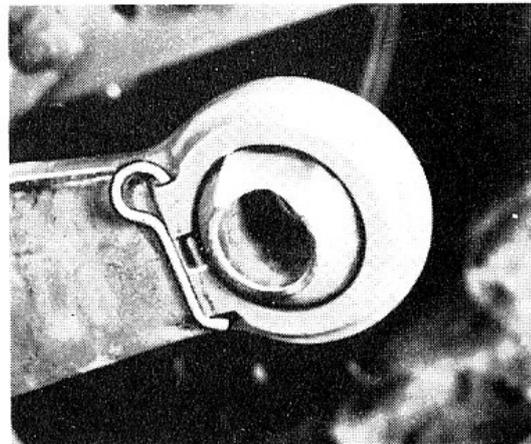

FIG. 9
3. Monter la nouvelle rotule en la plaçant de façon que la partie étroite soit alignée avec l'encoche. Remonter ensuite la goupille élastique comme illustré Fig. 9.